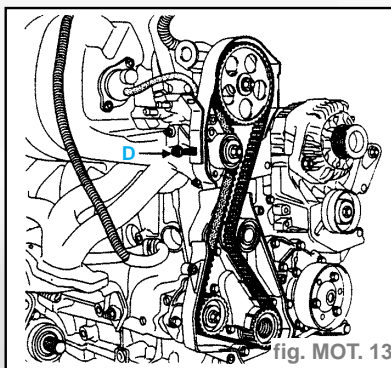

fig. MOT. 13
- Prétendre la courroie de distribution en vissant une vis (**D**) sur le carter intérieur de distribution (fig. MOT. 13).